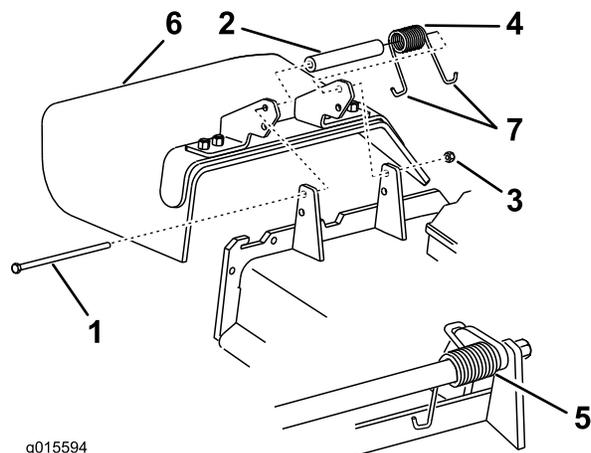

Figure 99
1. Retirez le contre-écrou, le boulon, le ressort et l'entretoise qui fixent le déflecteur aux supports de pivot (Figure 99).
**Remarque:** Prenez soin de placer 1 extrémité en **J** du ressort derrière le bord du tablier avant de mettre le boulon en place, comme montré à la Figure 99.
6. Accrochez l'extrémité en **J** du ressort au déflecteur d'herbe (Figure 99).